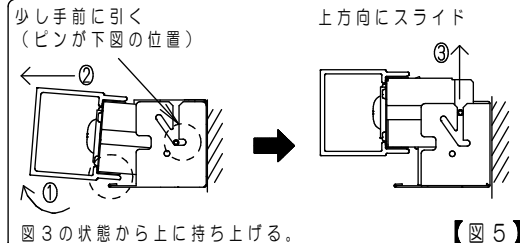

図3の状態から上に持ち上げる。【図5】
- 常用光ユニットを持ち上げ手前にスライドさせ下に傾ける(コネクタ解除準備)【図3】
- 常用光調光コネクタと本体側の調光コネクタを外す。【図3】